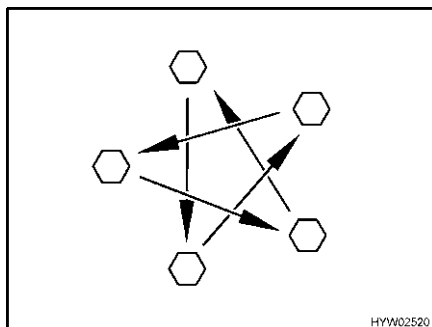

Fig. 189 Apretar las tuercas o los tornillos de las ruedas en forma de cruz
- Comprobar periódicamente que las tuercas o tornillos de las ruedas estén firmemente apretados. Reajustar en forma de cruz (Fig. 189) las tuercas o tornillos después de cambiar una rueda, al cabo de 50 km. Par de apriete, véase apartado 13.5.2.
- ▷ Apretar en forma de cruz las tuercas o los tornillos de las ruedas (Fig. 189).